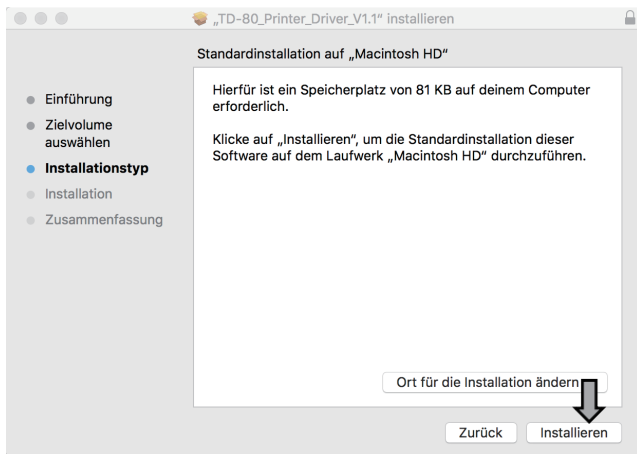

Fig.3
- ③ Wechseln Sie zur Schnittstelle „Installationstyp“ und klicken Sie anschließend auf „Installieren“ (siehe Abbildung 3).